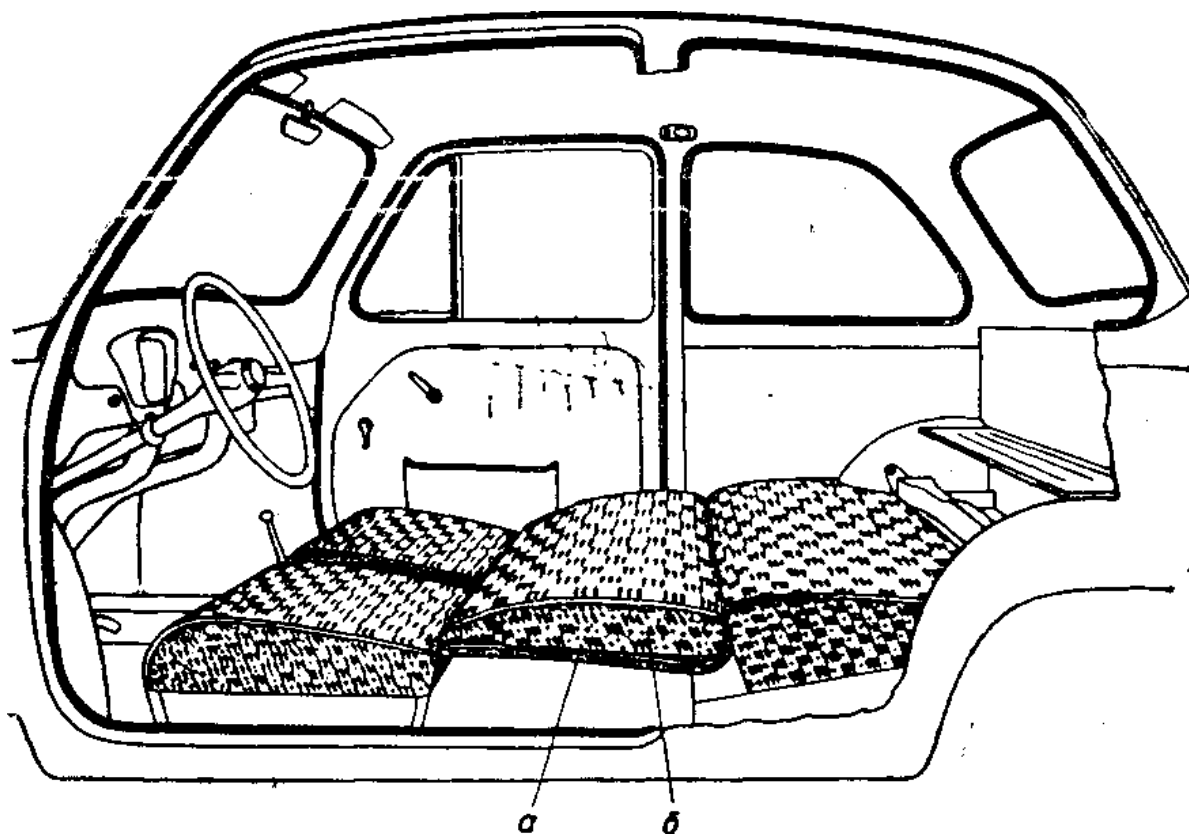

Рис. 8. Положения сидений при устройстве спальных мест в кузове:
5. Затем спинку заднего сиденья следует уложить на спинки передних сидений (см. рис. 8).